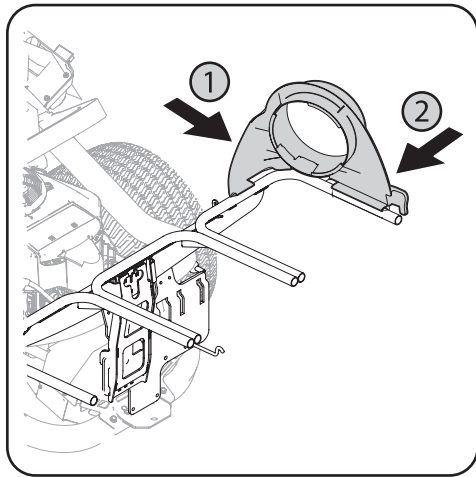

Figura 4-18
6. Abra la cubierta empujando hacia adentro la lengüeta posterior derecha con la mano derecha (1), y levantando la cubierta con la mano izquierda en la parte posterior central de la cubierta de la embolsadora (2), como se indica en la Figura 4-18.